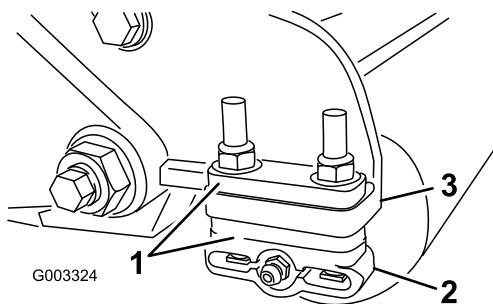

Figura 11
- Ajuste os suportes do rolo traseiro (Figura 11) na altura desejada do limite de corte posicionando a quantidade necessária de espaçadores por baixo da flange de montagem da placa lateral (Figura 11) de acordo com o quadro de altura de corte.